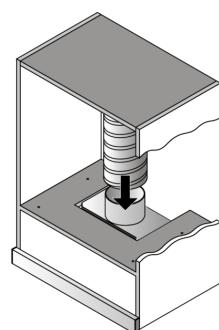

Рис. 5.2
6.8 Если вытяжка будет работать в режиме отвода воздуха в дымоход, смонтируйте воздуховод из выбранного диаметра согласно инструкции (рис. 5.2), обеспечив его герметичность. Об-